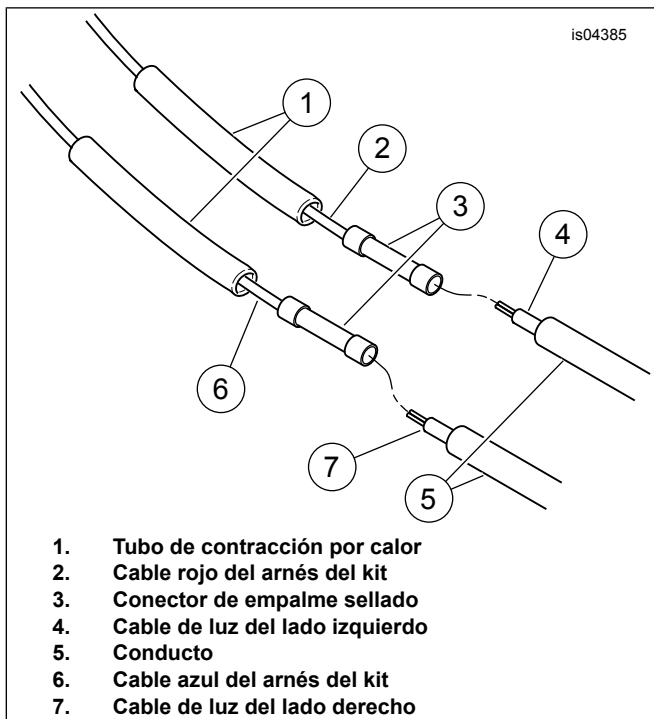

Figura 7. Conexión de los cables de las luces al arnés del kit
18. Vea Figura 7. Deslice el tubo de contracción por calor (1) del kit sobre el cable azul en el arnés de las luces de persecución. Engarce el conector de empalme sellado (3) al cable azul usando una herramienta para engarzar (38125-8). Lleve el cable de la luz de persecución del lado derecho al conector y recórtelo, dejando que aproximadamente 25 mm (1 pulg.) del cable se extienda más allá del conector de empalme sellado. Recorte el conducto (5) aproximadamente a 38 mm (1-1/2 pulg.) desde el extremo del cable.
20. Inserte el extremo del cable de la luz del lado derecho en el conector de empalme sellado (3). Engarce los cables al conector de empalme sellado usando una herramienta para engarzar.